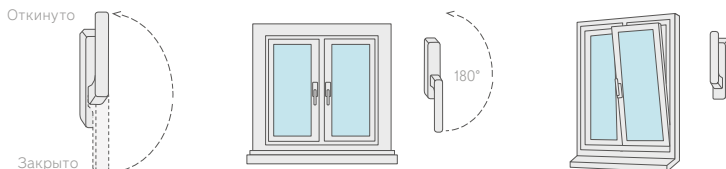

Рис. 2
3. Для перевода створки из закрытого положение в откидное (поворот створки относительно нижней горизонтальной оси, положение «Откинута» на Рис.2) ручку поворачивают вертикально на 180 градусов вверх. Затем, потянув за ручку, поворачивают створку относительно нижней горизонтальной оси на заданный изготовителем угол (не более 10 градусов) (откидной режим).
4. Для запираения створки из открытого или откидного положения ее сначала закрывают и, придерживая створку рукой, поворачивают ручку вертикально вниз (положение «Закрыто» на Рис. 2).